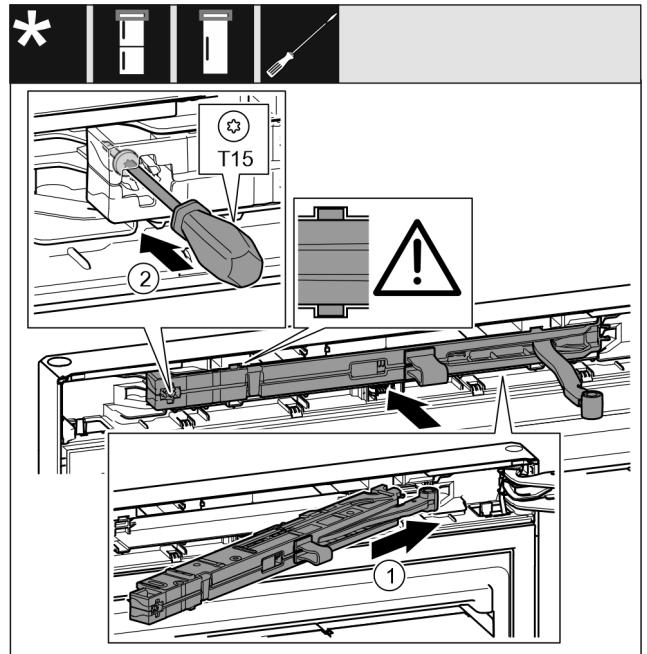

Fig. 49
- ▶ Introducir la unidad del amortiguador de cierre en el lado del soporte de apoyo hasta el tope en posición inclinada en la escotadura. Fig. 49 (1)
- ▶ Apretar el tornillo con un destornillador T15. Fig. 49 (2)